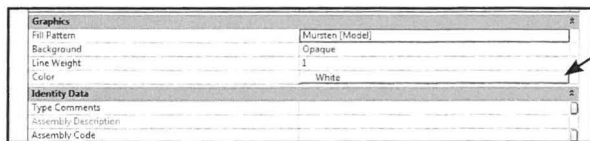

Fig. 15.86. Skift også farven til sort.
- Skift farven ud til sort (Fig. 15.86).